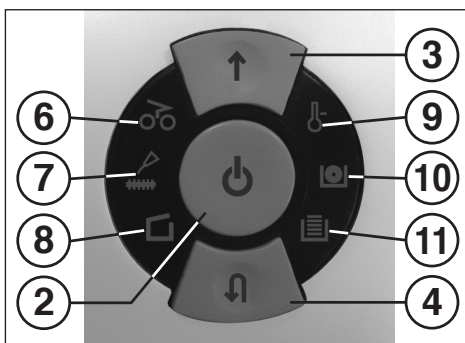

Abb. 1
- 4 = Rückwärtstaster (Abb. 1)**
- 6 = Kontroll-Anzeige (Abb. 1)**
7 = Kontroll-Anzeige (Abb. 1)